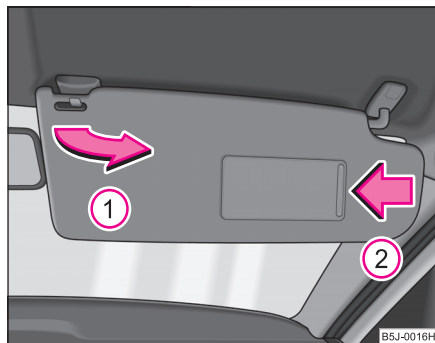

Fig. 44 Parasolarele:
Parasolarul conducătorului și al pasagerului din dreapta pot fi scoase din suporturi și îndreptate către uși ① ⇒ fig. 44.